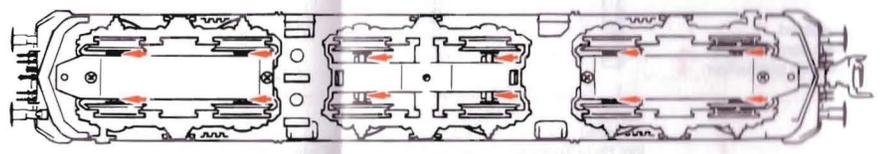

Fig. 8
5. Kohlebürstenwechsel: Lokgehäuse abnehmen (Fig. 3). Danach wird der **Motor ausgebaut** und die **Kohlebürsten ausgewechselt** (Fig. 8).
5. Carbon Brush Changing: First **remove** loco body (fig. 3), and then the **motor** (fig. 8). ↳ **Assembly**
5. Remplacement des balais du moteur: Démontez la caisse (voir fig 3). Démontez ensuite le moteur et échangez les balais (fig. 8). ↳ **L'assemblage**